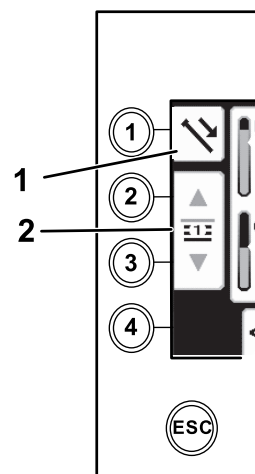

Figure 32
1. Appuyez sur le bouton 1 pour sélectionner l'option poussée de tige (Figure 32).
2. Appuyez sur les boutons 2 et 3 pour sélectionner la rangée où vous allez prendre la tige (Figure 32).